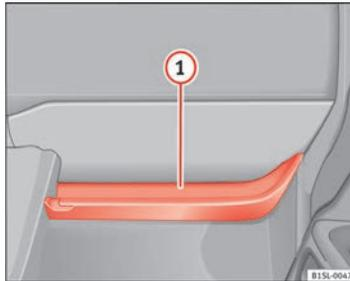

Fig. 74 Portaobjetos abierto en el lado del acompañante.
En el portaobjetos abierto se encuentra un gancho para bolsas ⇒ fig. 74 ①.